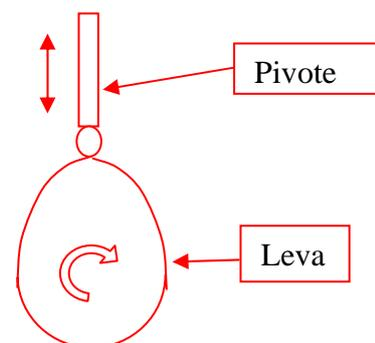

Figura 4
23. En la figura 4 hay dibujado un mecanismo, ¿cómo se llama?